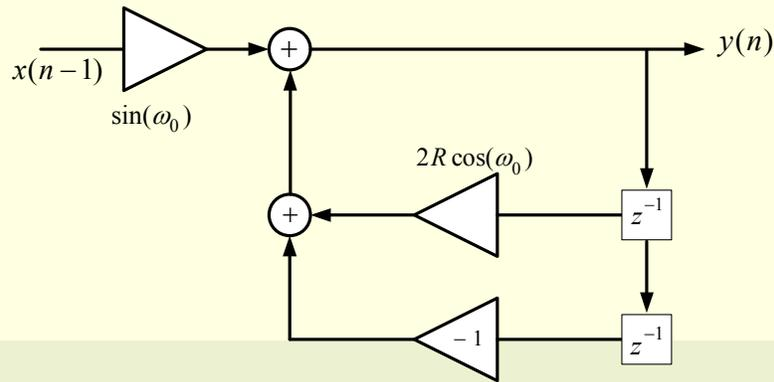

Fig. 2 Oscilador digital sinusoidal biquad.
La función de transferencia indicada en (1) puede ser sintetizada como se indica en la **Fig. 2**.